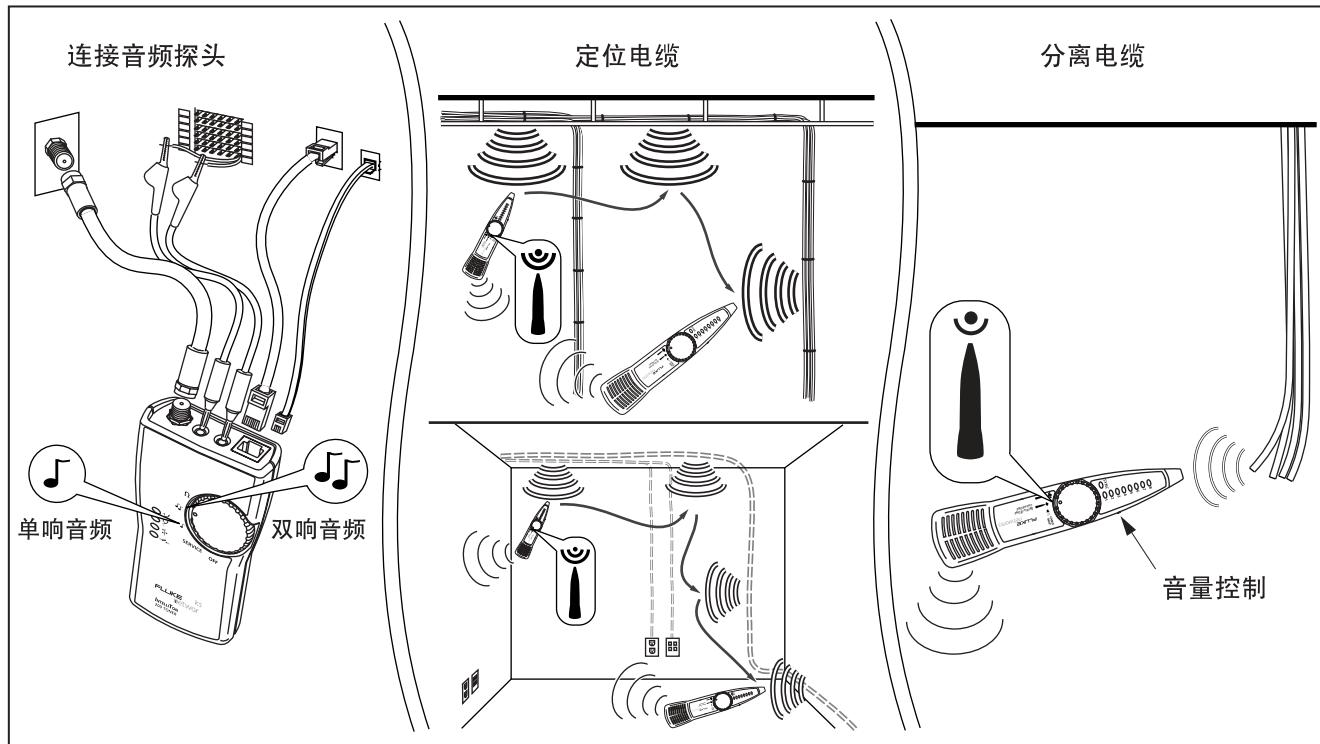

图 1. 定位和分离电缆
1. 按图 1 所示方式将 IT200 音频探头连接插口或接插板。
1. 按图 1 所示方式将 IT200 或 IT100 音频探头连接 RJ11 或 RJ45 插口。